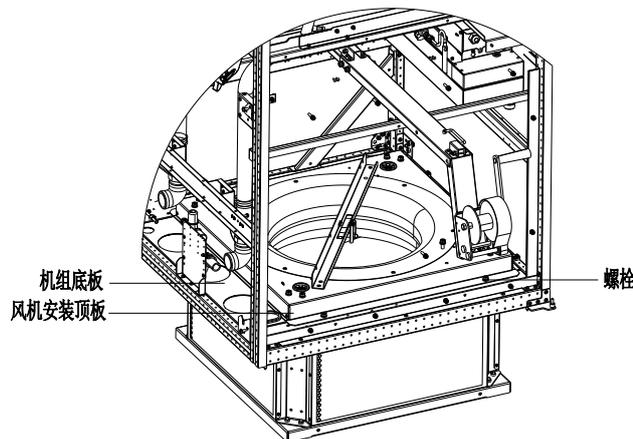

图3-22 下沉风机
4. 紧握绞盘手柄，然后缓慢地逆时针旋转手柄使风机下沉，风机下沉后，如图 3-22 所示；
5. 安装风机固定螺栓（见图 3-22，共 4 处）；